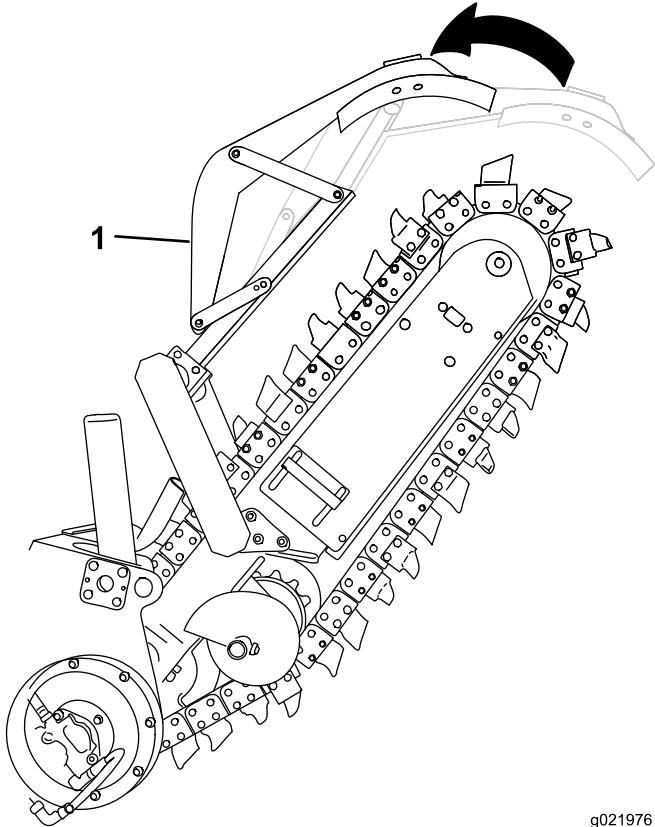

Figure 27
- Amenez la lame racleuse (le cas échéant) à la position de transport (Figure 27).